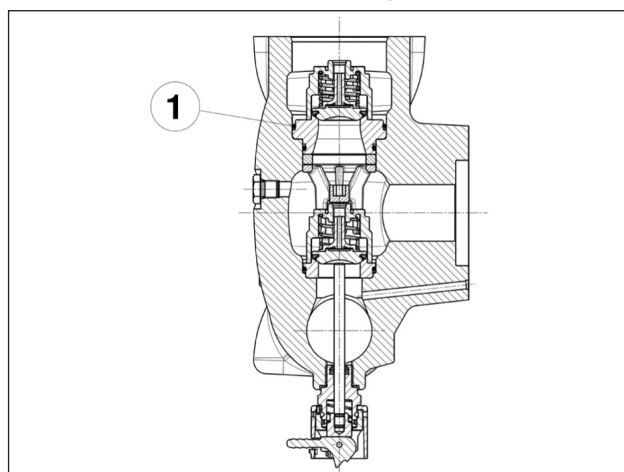

Fig. 122
**Preste atenção especial na inserção do anel circular indicado na pos. ①, Fig. 122. Aconselha-se o uso da ferramenta cod. 27516000, para evitar que o anel circular possa ser cortado durante a inserção.**